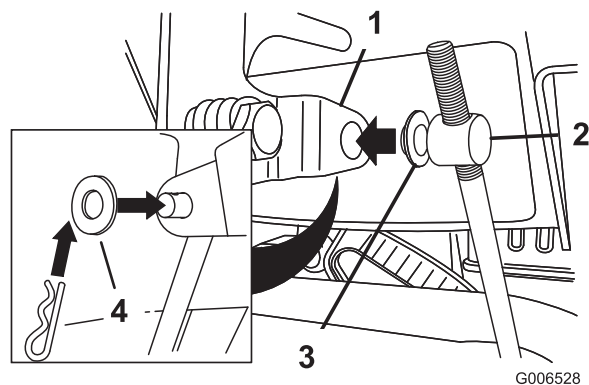

Bild 5
3. Legen Sie eine Flachscheibe auf den Drehzapfen (Bild 5).
6. Heben Sie die Geschwindigkeitsschaltstange an und setzen Sie den Drehzapfen in das Loch im Geschwindigkeitsschalthebel (Bild 5).
- B. Schließen Sie den Drehzapfen vom Geschwindigkeitsschalthebel ab (Bild 5).
- C. Drehen Sie den Drehzapfen auf der Geschwindigkeitsschaltstange nach unten (nach rechts) (Bild 5).
- D. Schließen Sie den Drehzapfen am Geschwindigkeitsschalthebel an (Bild 5).
- C. Drehen Sie den Drehzapfen auf der Geschwindigkeitsschaltstange nach oben (nach links) (Bild 5).